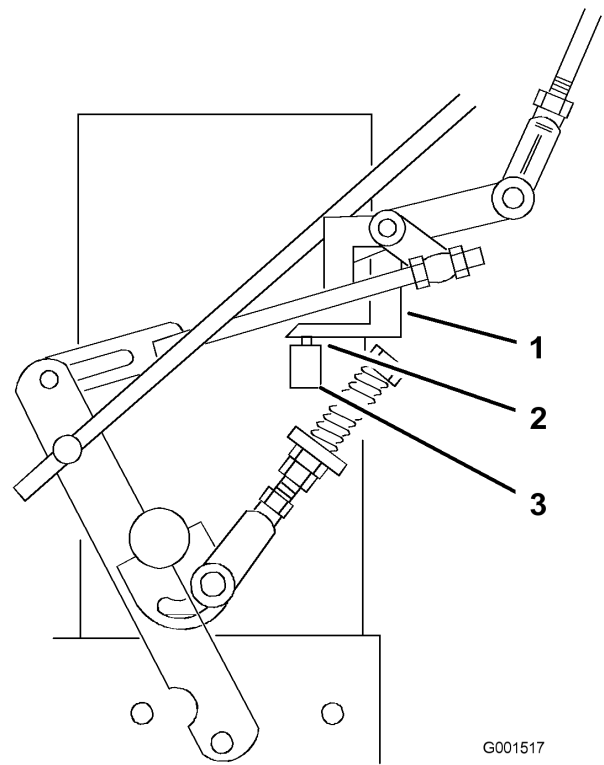

Figura 35
7. Compruebe que el interruptor de seguridad está oprimido y que queda un espacio de 8 mm (5/16 pulg.) entre la barra accionadora y el interruptor. (Figura 35).
8. Si es necesario, ajuste la posición del interruptor para crear el espacio de 8 mm (5/16 pulg.) (Figura 35).